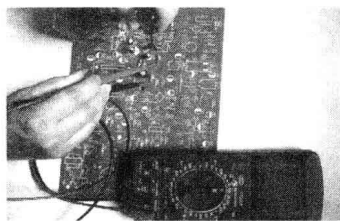

图 1-10 稳压输出调整
- 4) 调电压调节电位器 W_{10} ，使输出为 12V ，如图 1-10 所示。